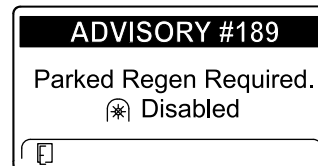

Figura 37
- Se não efetuar uma regeneração em estacionamento dentro de 2 horas, o InfoCenter indica que é necessária uma regeneração em estacionamento – tomada de força desativada AVISO N.º 189 (Figura 37).